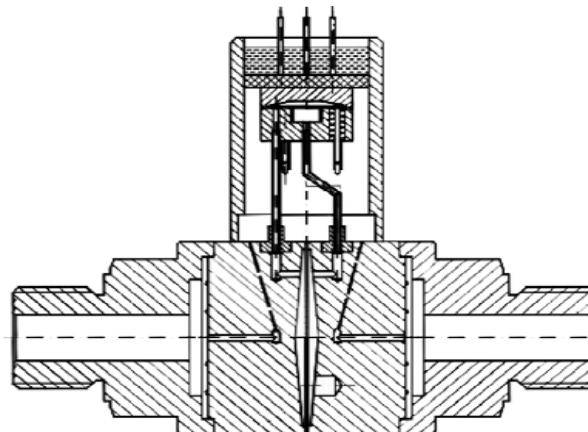

Рисунок 1 - Устройство измерительного модуля
4.3 Измеряемый параметр (разность давлений) воздействует на измерительный модуль (см. рисунок 1) и преобразуется в деформацию чувствительного элемента и изменение его сопротивления. Высокое давление подается в камеру «Н», низкое давление подается в камеру «Л»